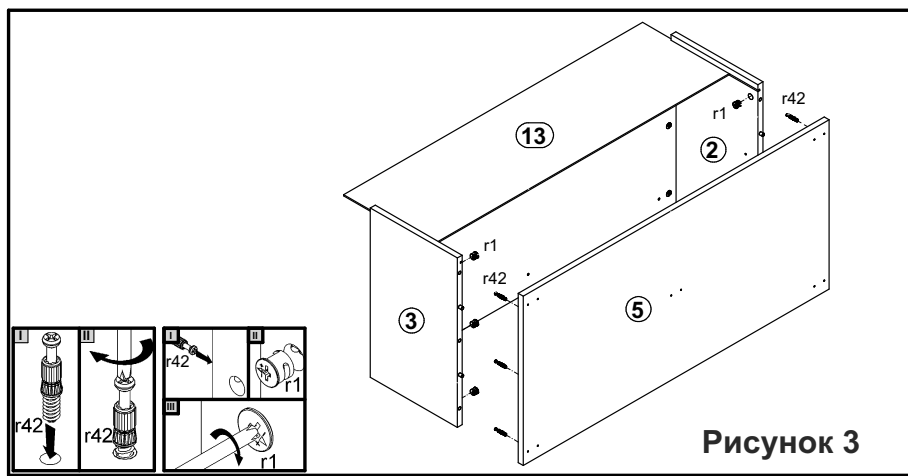

Рисунок 3
6. Соединить детали **2, 3, 5, 6** и затянуть стяжки эксцентриковые **r1**, пользуясь отверткой (см. рис. 3).